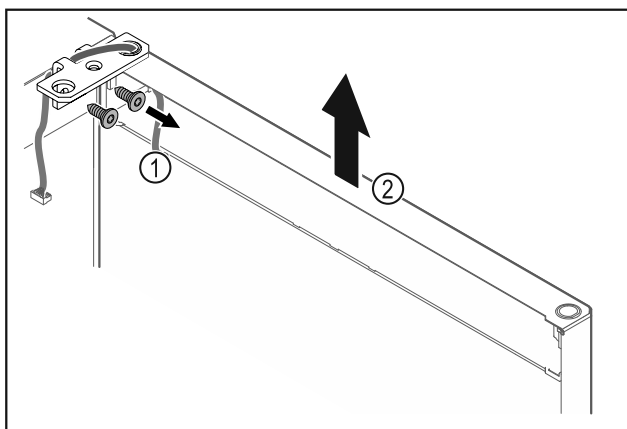

Fig. 19
- ▶ Odkręcić zawias Fig. 19 (1).
- ▶ Drzwi wraz z zawiasem należy podnieść prosto do góry o ok. Fig. 19 (2) circa 200 mm i zdjąć.